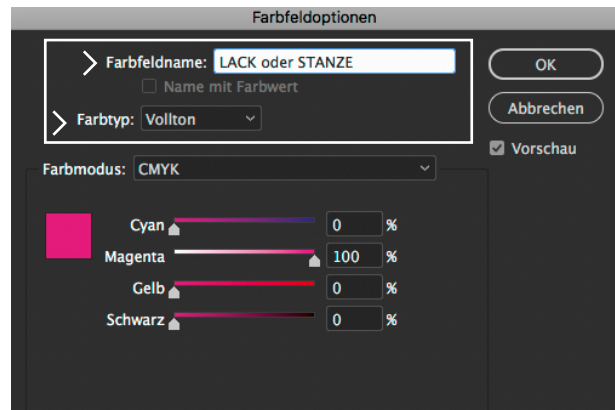

Abbildung 8
- Kontur als Volltonfarbe (Sonderfarbe) anlegen und als "STANZE" benennen (Abbildung 8)
- Flächen welche partiell lackiert werden sollen, werden als Volltonfarbe (Sonderfarbe) angelegt und "LACK" benannt (Abbildung 8)